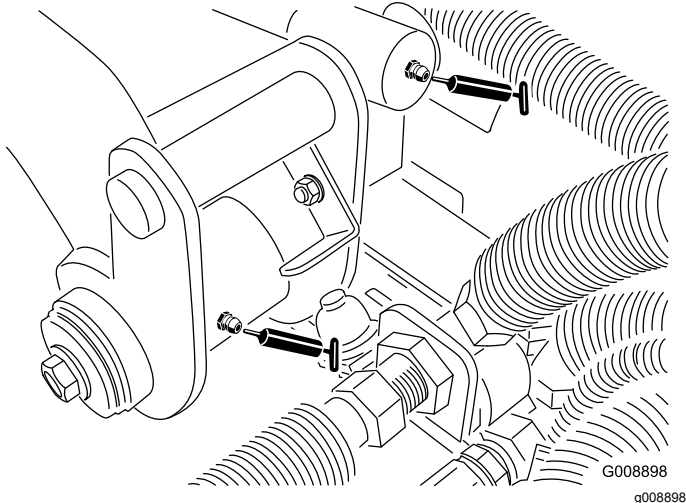

Bild 63
- Hintere Hubarm-Drehbüchsen und Hubzylinder (zwei Schmiernippel – Bild 63)